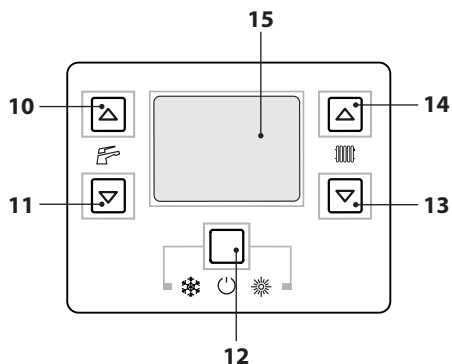
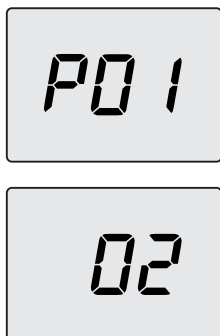
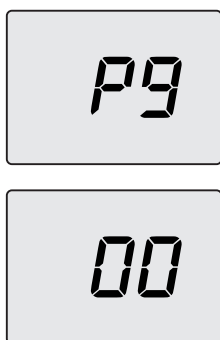
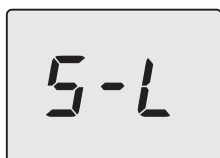

Figura 7.2
Figura 7.3
Figura 7.4
Figura 7.14
- Entrare in "modalità programmazione" premendo contemporaneamente per 10 secondi i tasti 12-13-14 (Figura 7.2) fino a far apparire sul display LCD le lettere **P01** che si alternano con il valore del parametro, indicanti l'entrata nel "parametro 01" (Figura 7.3).
- Premere il tasto 13 o 14 (Figura 7.2) per scorrere i parametri fino al parametro **P09** che si alternano con il valore del parametro, indicanti l'entrata nel "parametro 09" (spazzacamini, **00** = spazzacamino non attivo) (Figura 7.4).
- Utilizzare i tasti 13 o 14 (Figura 7.2) fino a portarsi allo stato **dP** (spazzacamino attivo in massimo sanitario) e premere il tasto 12 per confermare. Sul display appare **dP** alternato alla temperatura massima in sanitario.
- Premere il tasto 14 (Figura 7.2) per scorrere i parametri fino al parametro **P09** (spazzacamini) (Figura 7.4).
- Agire sui tasti 14 o 13 (Figura 7.2) per incrementare o decrementare il valore. Attendere 3 secondi per stabilizzare la pressione del gas quindi leggere il valore sul manometro gas. **Ricordarsi di mantenere l'andamento in salita.**
- Premere il tasto 11 (Figura 7.2) per 5 secondi per memorizzare il valore.
- Premere il tasto 10 (Figura 7.2) per passare alla taratura del minimo gas. Il display visualizza S-L alternato al parametro potenza minima assoluta (Figura 7.14).
- Agire sui tasti 14 o 13 (Figura 7.2) per incrementare o decrementare il valore. Attendere 3 secondi per stabilizzare la pressione del gas quindi leggere il valore sul manometro gas. **Ricordarsi di mantenere l'andamento in discesa.**
- Premere il tasto 10 (Figura 7.2) per verificare il valore massimo impostato ed eventualmente correggerlo seguendo la procedura sopra descritta.
- Premere il tasto 10 (Figura 7.2) per verificare il valore minimo impostato ed eventualmente correggerlo seguendo la procedura sopra descritta.